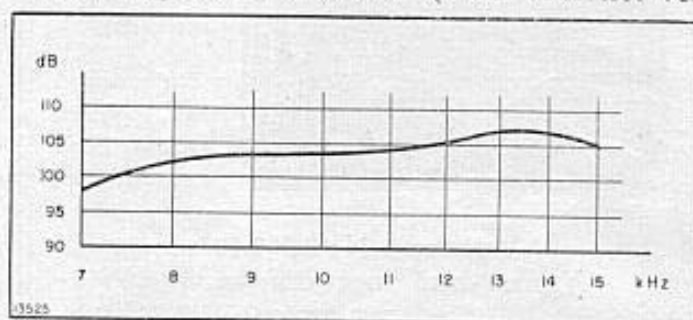

Fig. 2. — Weergavekromme.
Al deze elementen worden tegen elkaar gedrukt door veren (R). De oppervlakte van het electrodenstel is gebogen. De uiterst kleine inertie van de mobiele electrode maakt de weergave mogelijk van de hoogste frequenties van het geluidsspectrum. De weergavekromme is lineair, op 3 dB na, tussen 8.000 en 17.000 Hz (zie fig. 2). Om redenen van de vervormingen, die kunnen optreden, wordt de onderste grens gesteld op 7000 Hz. Beneden deze grens worden de geveerde amplituden te groot. Men dient dus een geschikt middel te gebruiken om te beletten dat de luidspreker te lage frequenties zou toegevoerd krijgen (al verdraagt hij deze zeer goed, zonder echter in staat te zijn ze op behoorlijke wijze weer te geven).